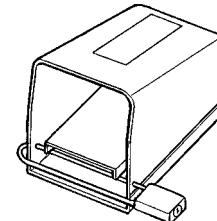

Figure 1 – Pédale de commande verrouillée
- Verrouillez la pédale de commande lorsque l'appareil ne sert pas (*Figure 1*). Cela évitera les risques de démarrage accidentel.